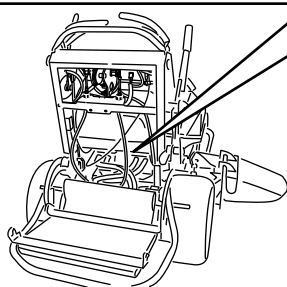

Figure 23
3. Ouvrez les vannes de dérivation des deux pompes en les tournant 1 à 2 fois dans le sens antihoraire. Cela permet au liquide hydraulique de contourner les pompes et aux roues de tourner (Figure 23).